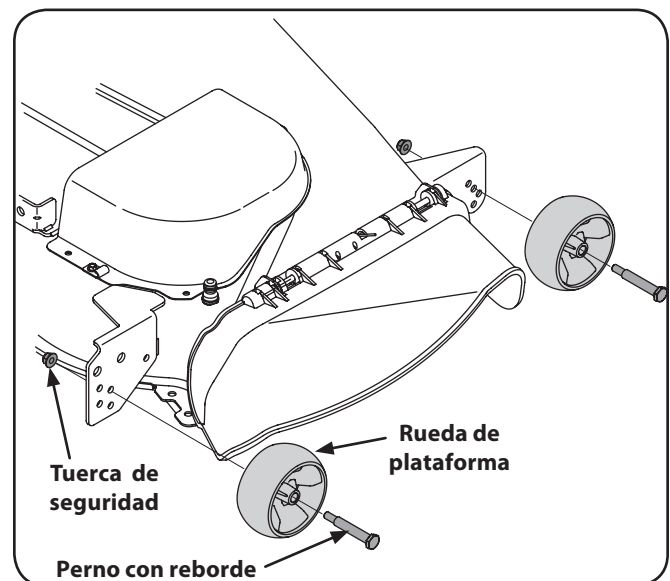

Figura 6-7
- b. Retire las ruedas delanteras y traseras de la plataforma retirando las tuercas de sujeción y los tornillos con reborde que las ajustan a la plataforma. Consulte la Figura 6-7.